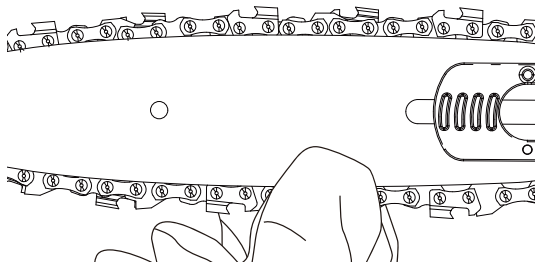

Fig. 10
2. Tirez sur la chaîne pour l'éloigner du guide-chaîne. (Fig. 10)